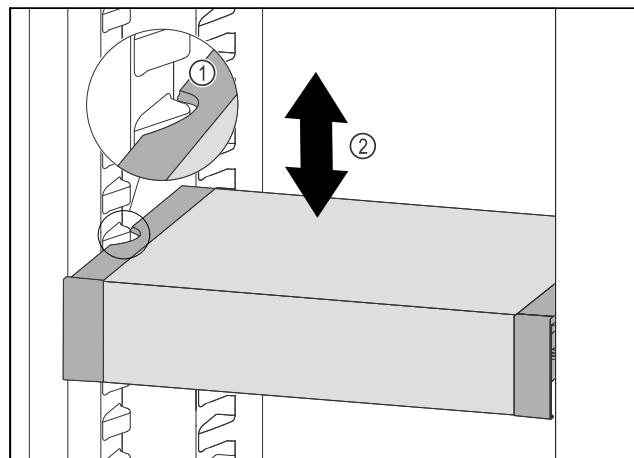

Fig. 103
- Тяните VarioSafe вперед, пока боковые выемки VarioSafe не окажутся на высоте выступа резервуара в холодильном отделении. Fig. 103 (1)
- ▶ Двигайте VarioSafe в холодильном отделении вверх или вниз, пока не будет достигнута требуемая высота. Fig. 103 (2)